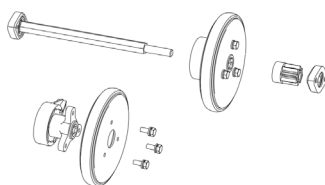

Рисунок 52
5. Открутите три винта, которые соединяют между собой боковые крышки фрикционного колеса, и замените только резиновое уплотнительное кольцо, как показано на рис. 52.